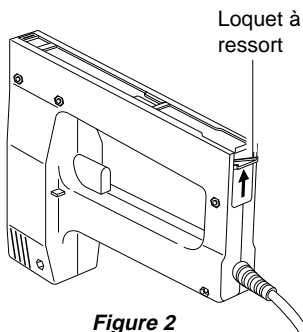

Figure 2
3. Enfoncez le loquet à ressort puis glissez le couvercle de la chambre jusqu'à son ouverture complète (voir Figures 2 et 3).